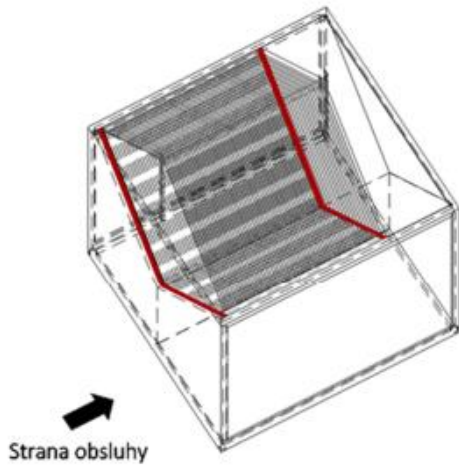

Рисунок 8 Установка рекуператора
- Установить рекуператор на подготовленное уплотнение - см. Рисунок 8